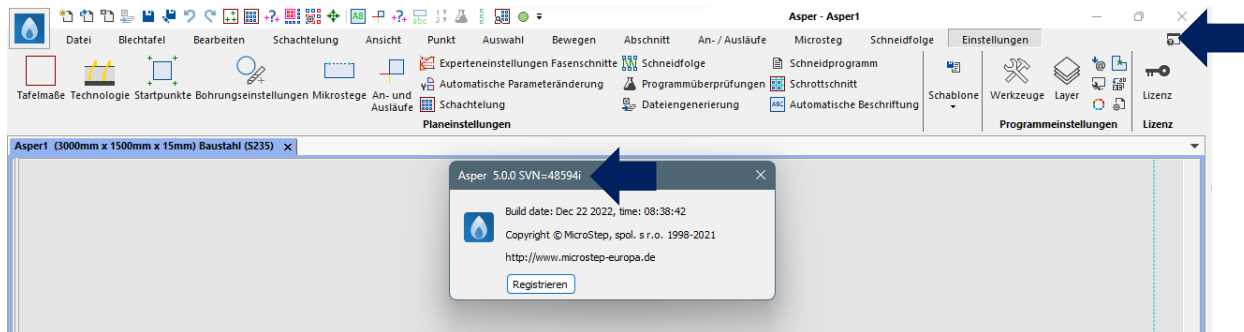

Abbildung 1
1. Bevor Sie das Programm installieren, achten Sie bitte darauf, dass alle Rechner (Anlagenrechner mit einbezogen) mit der gleichen Version arbeiten (Siehe Abb. 1). Ältere Versionen können Sie im Kundenportal >Downloadbereich< unter dem Menü „Vorherige Versionen“ beziehen.